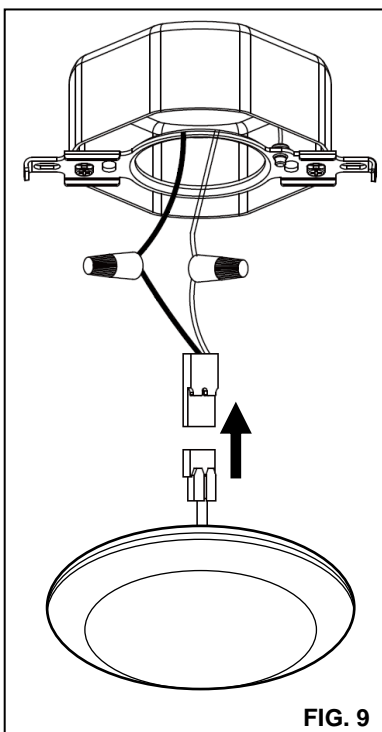

FIG. 9
3. Utiliser écrous de fil pour connecter l'extrémité mâle du connecteur de l'adaptateur avec des fils d'alimentation (noir à noir et blanc à blanc). (FIG. 9)
4. Connecter le raccord rapide de la boîte de jonction à la connexion rapide sur le luminaire. (FIG. 9)